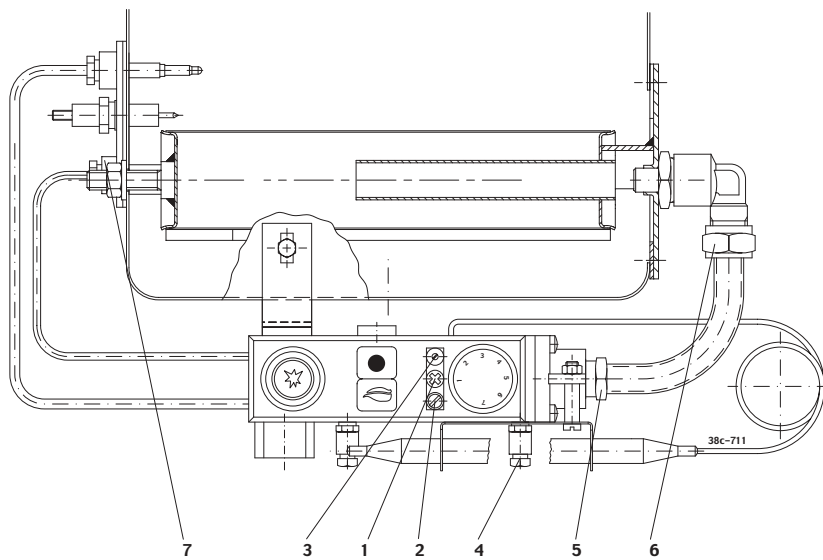
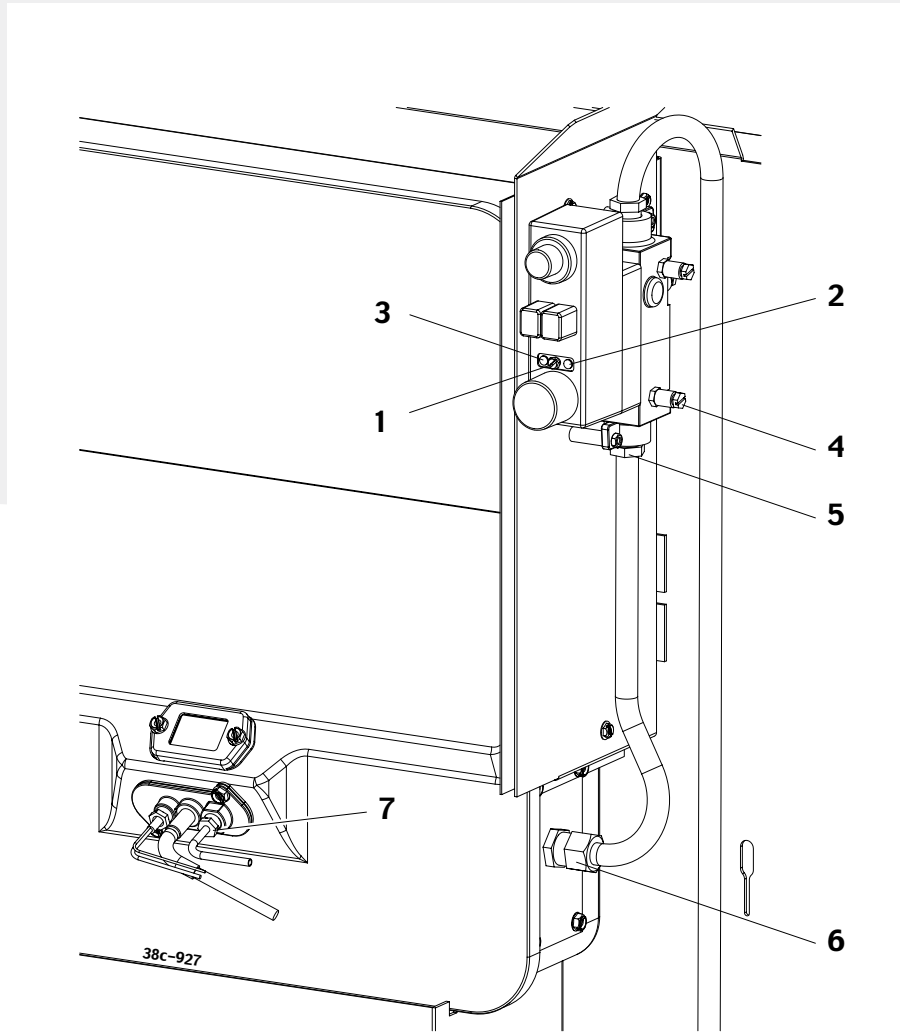

Fig. 13
Fig. 14
2. Válvula da grande chama (fig. 13, pág. 62)
2. Válvula da grande chama (fig. 14, pág. 63).
3. Cabeça de injector de ajustamento de precisão (fig. 13, pág. 62). Retire a pequena cobertura com o nome de Junkers da caixa do bloco de controlo de gás. Remova a caixa do bloco de controlo de gás tirando o parafuso (1). Em seguida, remova a cabeça de injector de ajustamento de precisão (3) do lado de cima do bloco de controlo de gás. Coloque a nova cabeça de injector de ajustamento de precisão, apertando-a bem. Coloque a caixa de novo.
3. Cabeça de injector de ajustamento de precisão (fig. 14, pág. 63)
4. Ajustamento da pressão do queimador (fig. 13, pág. 62 / fig. 14, pág. 63)